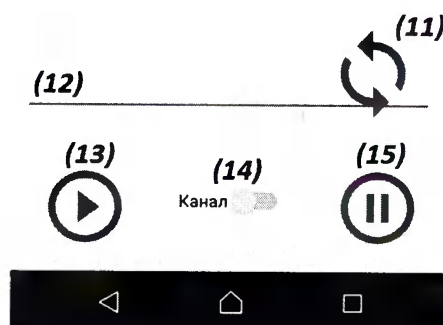

Рисунок 42 – Элементы индикации и управления Комплексом
- иконка «Обновление», для включения/выключения отображения кардиограммы (11, рисунок 42);
- график кардиограммы (12, рисунок 42);
- иконка «Начать запись», перевода комплекса в режим записи (13, рисунок 42),
- иконка переключения между каналами, при отображении кардиограммы (13, рисунок 42);
- иконка «Остановить запись», для перевода Комплекса в режим ожидания (15, рисунок 42).
включения/выключения отображения кардиограммы (11, рисунок 42), при этом на экране (с задержкой в несколько секунд) отобразиться кардиограмма по выбранному каналу (красный - 1-й канал, синий - 2-й канал), как показано на рисунке 43.